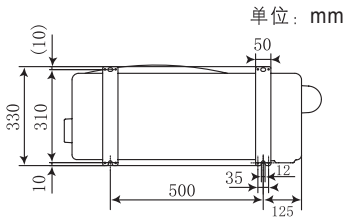
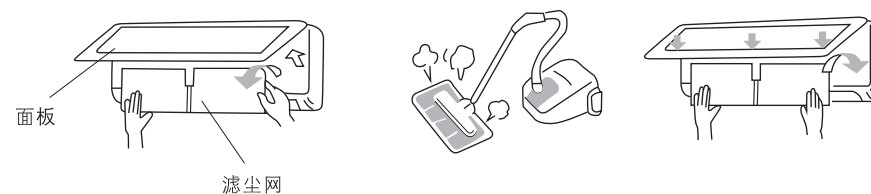

图2
图 1
- (1) 为了便于修理,室内机组旁边应如图1般保留空间。
- (1) 如图1所示保留室外机组旁的空位，避免任何障碍物妨碍通风系统。
- (2) 尽量安装于房屋的东或北方。如装于南或西方是无可避免时，应有遮盖物遮盖。
- (3) 最好不要安装在污秽或雨淋的地方。
- (4) 尽量靠近室内机组安装。
- (5) 室外机外形尺寸及安装固定孔位置见图2